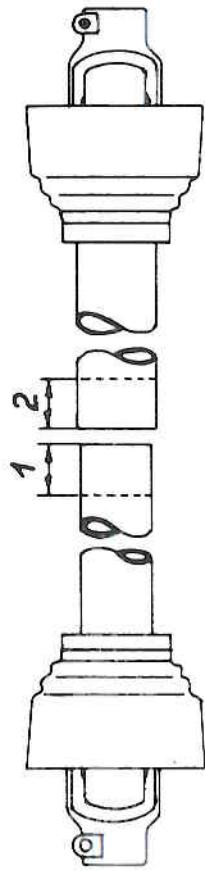
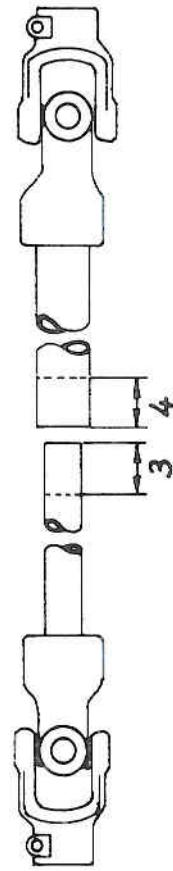
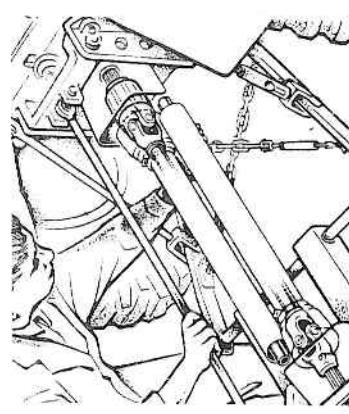

Abb. 19
Abb. 20
Abb. 21
Nach der richtigen Einhängung wird die Gelenkwelle angelassen. Es ist hierbei darauf zu achten, daß die Schiebestifte der beidseitigen Schnellkupplungen richtig eingerastet sind. Bei weitester Winkelstellung ist die Gelenkwelle auf genügende Rohrüberdeckung zu kontrollieren. Dabei ist zu berücksichtigen, daß zu lang gewählte Röhre die Gelenkwelle bei Kurvenfahrten beschädigen. Bei der Verschiedenartigkeit der Zapfwellenlage am Schlepper ist eine Längenkorrektur oft erforderlich (s. Abb. 19). Diese Korrektur muß bei beiden Profilrohren sowie am Gelenkwellenschutz vorgenommen werden und ist zweckmäßigerweise von einem Fachmann vorzunehmen. Abbildung 20 zeigt, wie man das richtige Längenmaß der Röhre findet. Das Schlagwerkzeug beim Ankuppeln der Gelenkwelle nie anders als in Abbildung 21 ansetzen.
- B) Vor dem Ankuppeln die Anschlußwellen auf einwandfreien Zustand überprüfen und Einstanzen der Schnellverschlüsse beachten. Niemals Schlagwerkzeug anders als in Abb. 21 gezeigt ansetzen.